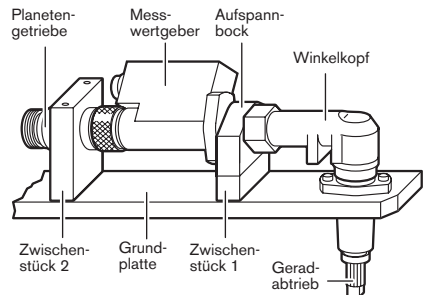
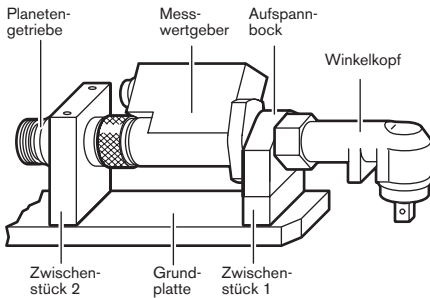

Abb. 12: Winkelkopf mit Geradabtrieb
Abb. 13: Winkelkopf ohne Geradabtrieb
1. Stecken Sie den Messwertgeber oder den Adapter auf den Aufspannbock des Winkelkopfes, siehe Abb. 12 auf Seite 37 und Abb. 13 auf Seite 38.